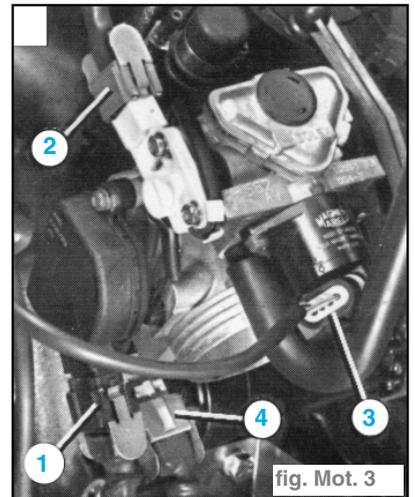

fig. Mot. 3
- Débrancher les connecteurs du potentiomètre papillon (1), de la sonde de température de l'air aspiré (2), de l'actuateur de réglage de ralenti (3), de la résistance PTC (4). (fig. Mot. 3)